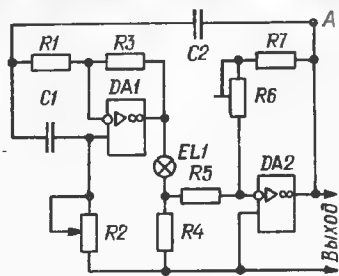

Рис. 1
**Упрощенная принципиальная схема** генератора изображена на рис. 1. На ОУ DA1 и элементах R1—R3, C1 собран широко применяемый и описанный в литературе регулируемый фазовращатель, вносящий сдвиг фазы сигнала,